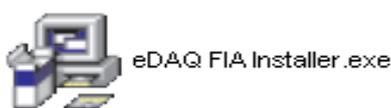

図 1. FIA インストラーアイコン
- インストラーアイコンをダブルクリック (図 1) し 表示